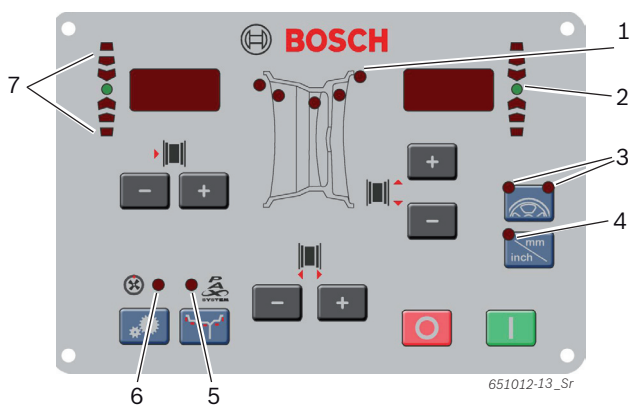

Fig. 5: Lysdioder på manöverpanelen/indikeringspanelen
➔ Med lysdioderna (fig 5, pos 1) visas balanseringsnivåernas lägen för varje balanseringsprogram.
II Vid ett valt PAX-balanseringsprogram lyser dessutom lysdioden Pax (fig 5, pos 5).
- ⇒ <SPLIT>-knappens (fig 5, pos 3) båda lysdioder lyser.
- ⇒ När läget för montering av balanseringsvikten nås, lyser lysdioden (fig 5, pos 2). En signal bekräftar det riktiga läget (bakom en eker).
Pilformade lysdioder (fig 5, pos 7) visar i vilken riktning hjulet måste vridas för att nå läge klockan 12 för montering av balanseringsvikten.